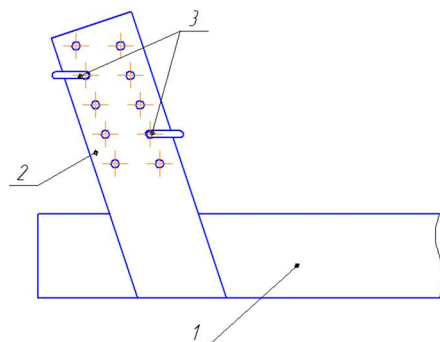
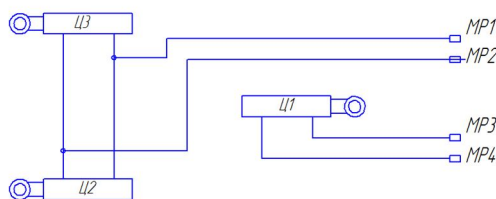

Рис.3 Регулировка высоты прикатывающего катка
рис.4 Схема гидравлическая ДА-4х4П.
5.7. Прикатывающий каток устанавливается на требуемую высоту в зависимости от глубины обработки почвы (рис.3).
– гидроцилиндрами Ц2, Ц3 (рис.4) установить на транспортные колеса; поднять переднюю часть агрегата гидросистемой навески трактора или гидроцилиндром Ц1 при ее отсутствии; вынуть верхний стопорный палец из регулировочной пластины прикатывающего катка (рис.3).